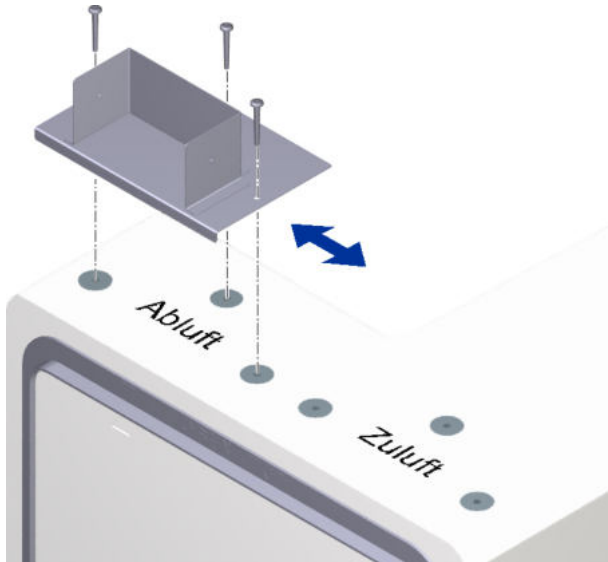
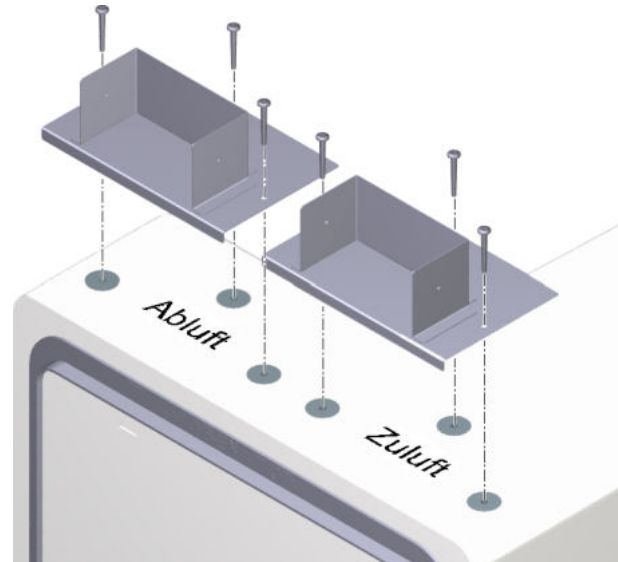

Abb. 6: M-WRG-M/MB-FK1, Fixierplatte für Abluft **oder** Zuluft befestigen
Abb. 7: M-WRG-M/MB-FK2, Fixierplatten für Abluft **und** Zuluft befestigen
- ▶ Befestigen Sie die Fixierplatte mit den Spaxschrauben (siehe Abb. 6 und Abb. 7).